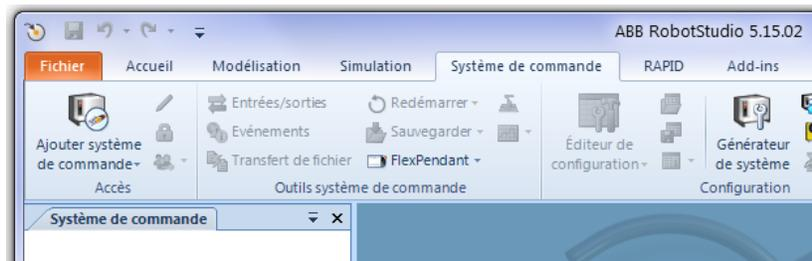

FIGURE 4 - ONGLET D'INTERACTION AVEC UN CONTRÔLEUR
3. Sélectionnez l'onglet « Système de commande » dans la barre de menu, comme montré à la figure 4.